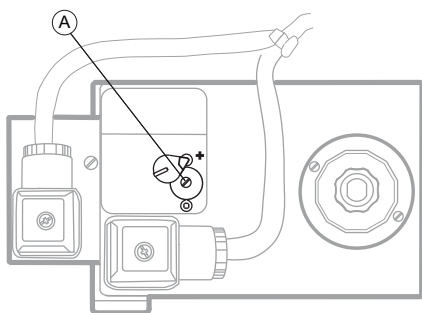

Figure 4.5 A : Vis de réglage pour la pression d'alimentation en gaz contrôlée.
- Mesurez la pression de l'alimentation en gaz contrôlée en plaçant un manomètre au point de test de la pression  $P_a$  à l'arrière du GasMultiBloc (le déshumidificateur doit fonctionner). La pression doit être de 15 mbar. Réglez si nécessaire en utilisant la vis, voir (A) dans *Figure 4.5*.